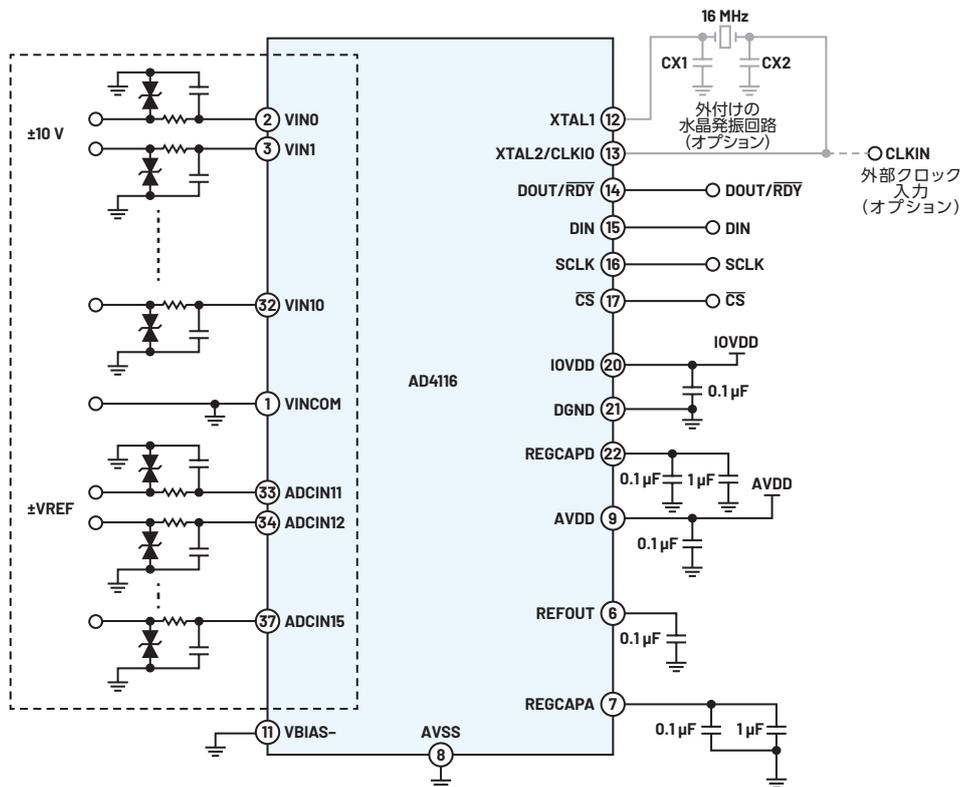

図2. AD4116に外付けされる部品の例
マルチプレクスADCのアナログ部では、周辺回路からの電圧を受け取る入力部が堅牢性を左右します。AD4116を5Vの単一電源で動作させる場合、最大±20Vの入力範囲に対応できます（但し、入力電圧によっては精度の面でトレードオフが生じる可能性があります）。また、同ADCの絶対最大定格は±65Vなので、±20Vの入力電圧範囲を超える電圧が印加されても損傷することはありません。加えて、入力部には、TVS (Transient Voltage Suppressor) のような外付けの保護用デバイスを適用することもできます（図2）。それにより、絶対最大定格を超える電圧からADCを保護することが可能になります。なお、デジタル側のインターフェースでは、CRC (Cyclic Redundancy Check) のチェックサムによって堅牢性が強化されています。
図2の回路では、ADCの各入力部に抵抗とコンデンサ (RC) から成るローパス・フィルタを付加しています。これらは、エイリアスとノイズに対するフィルタリングを補助する役割を果たします。注目すべきは、それらローパス・フィルタの抵抗が、ADCの入力インピーダンスと直列に配置されていることです。このフィルタの抵抗は、内蔵分圧回路の分圧比に影響を及ぼすので、ゲイン誤差の要因になり得ます。しかし、このADCの入力インピーダンスは10MΩといった非常に高い値なので、分圧に起因する誤差は非常に小さくなります。例えば、ローパス・フィルタで180Ωの抵抗を使用する場合、誤差はわずか0.0018%ほどに収まります。また、この誤差は、システムのキャリブレーションを実施したり、ゲイン設定において調整を行ったりすることで除去することが可能です。システムのキャリブレーションには、AD4116が提供するキャリブレーション・モードを利用できます。AD4116は、内部ゼロスケール、内部フルスケール、システ